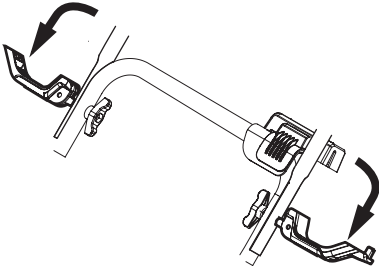

Figure 16
2. Basculez les deux leviers de la poignée en position déverrouillée. (Figure 16).